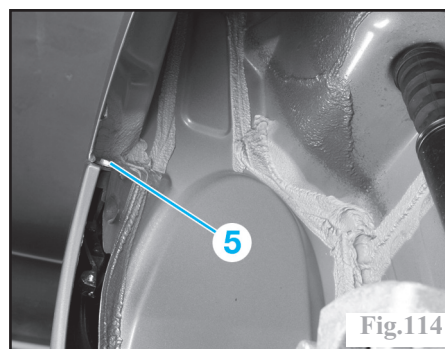

Fig.114
-les écrous (3) du pare-boue.
-les vis (4) du pare-boue.
-la vis de fixation latérale (5) du bouclier (Fig.114).